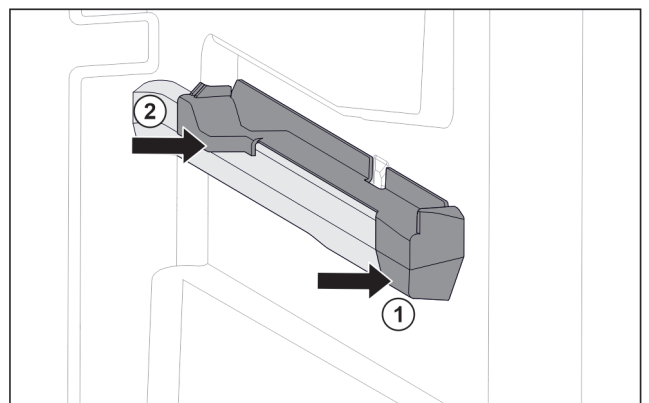

Fig. 40 Insteekelstuk op rechter containerrib
- ▶ Insteekelstuk voor tegen containerrib plaatsen. Fig. 40 (1)
- ▶ Insteekelstuk achter aandrukken. Fig. 40 (2)